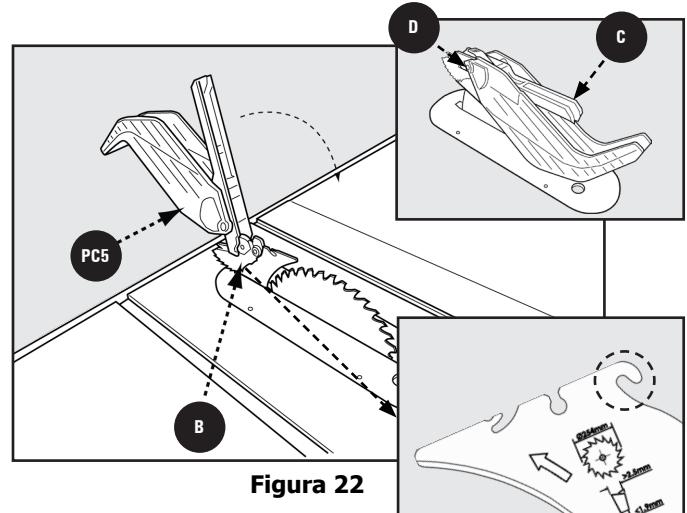

Figura 22
3. Gire el ensamble de guarda para hoja hacia la parte frontal de la sierra hasta que la parte metálica **C** del ensamble de guarda para hoja esté paralelo con la mesa como se muestra en la Figura 22.